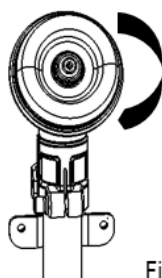

Fig.7
1. Retirez l'écrou (dans le sens des aiguilles d'une montre) et tous les composants de la tête (Fig. 7 et 8).